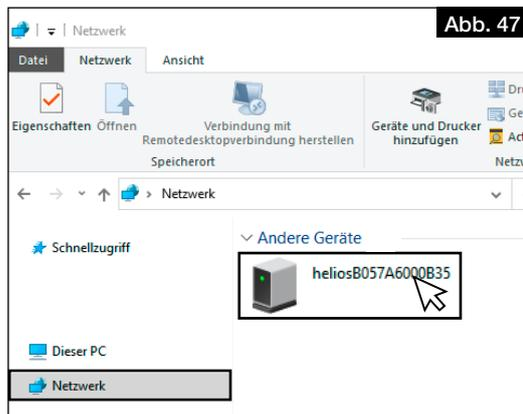

Abb. 47
2. Arbeitsplatz öffnen und auf Netzwerk klicken, vgl. Abb. 47.
3. Doppelklick auf das entsprechende Gerät, vgl. Abb. 47.